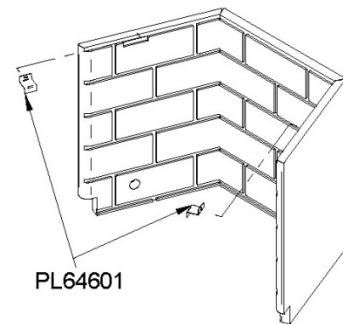

Figure 42.3
3. Dévissez les dispositifs de retenue des panneaux réfractaires (2x: 1 gauche et 1 droite) (PL64601). Figure 42.3